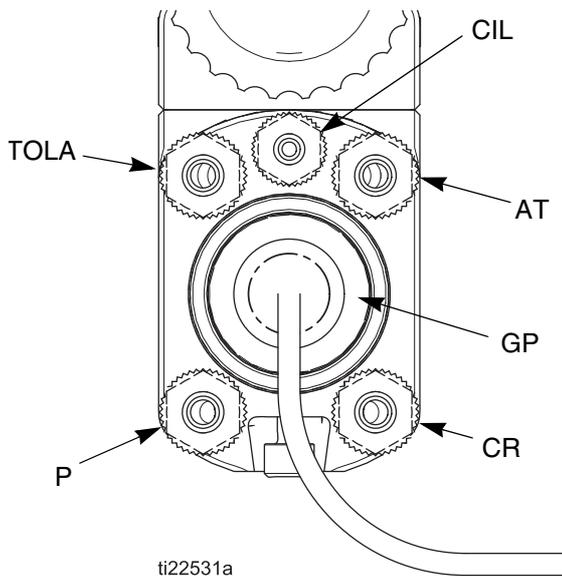

FIG. 13. Connessioni del collettore
- a. Vedere **Messa a terra**, pagina 23. Installare una staffa del fluido (F) dietro la pistola, in un punto raggiungibile dal tubo del fluido Graco con una lunghezza massima di 2,4 m (8 ft). Collegare un filo di terra saldamente alla staffa e collegare l'altra estremità a una messa a terra efficace.
- c. Collegare il tubo del fluido Graco in dotazione dalla staffa del fluido all'attacco di ingresso dell'alimentazione del fluido alla pistola (P). Vedere FIG. 13, pagina 18. Se è utilizzata una linea di ricircolo, collegare un tubo del fluido Graco in dotazione dalla staffa del fluido all'attacco di ricircolo della pistola (CR).